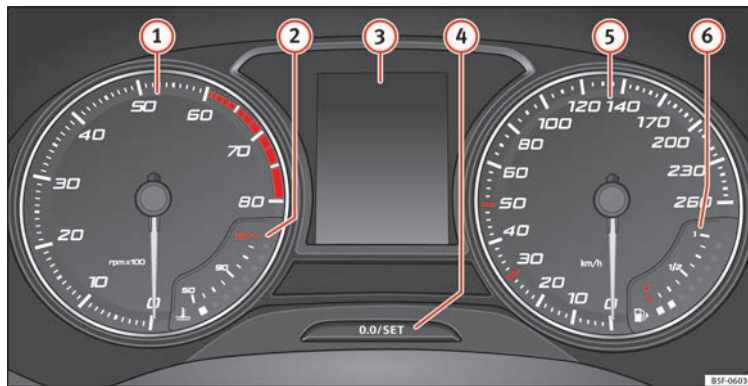

Bild 124 Kombiinstrumentet på instrumentbrädan
Information om instrumenten »» **bild 124:**
Varvräknaren visar antalet motorvarv per minut » **bild 124 ①**.
Låt aldrig varvräknarens nål ① » **bild 124** gå in i den röda zonen på mätaren i mer än mycket korta perioder. Annars finns det risk att motorn skadas.
Olika typer av information kan visas på instrumentpanelens display » **bild 124 ③**, beroende på aktuell utrustning:
- Tryck snabbt ner knappen » **bild 124 ④** för att återställa färdminnet till 0.
- Håll knappen ④ nertryckt i ca 3 sekunder så visas det tidigare värdet på nytt.
- För att ställa in tiden hålls knappen » **bild 124 ④** nertryckt i mer än 3 sekunder för att välja timma eller minut.
- För att fortsätta ställa in tiden trycker du på den övre eller nedre delen av knappen ④. Håll ned knappen för att rulla genom minuter snabbt.
- Tryck ner knappen ④ igen för att slutföra inställningen av tiden.
Håll knappen » **bild 124 ④** nertryckt i mer än 15 sekunder för att visa motorns identifieringsbokstäver (MKB). För att göra detta måste tändningen vara påslagen och motorn avstängd.
Kylmedelstemperaturmätaren **②** » **bild 124** fungerar bara med tändningen påslagen. Var vänlig läs följande information om de olika temperaturområdena för att undvika skador på motorn.